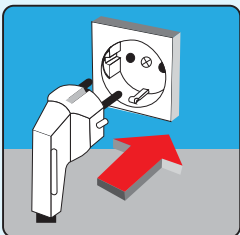

Abb. 11
- Wenn Ihr Gerät während des Transports zu stark gerüttelt wurde, lassen Sie es (1) Stunde ruhen, bevor Sie es in Betrieb nehmen. So kann das Kompressoren-Öl, sollte es ins System gelaufen sein, wieder zurücklaufen. Sollten Sie das Gerät, ohne dieses zu beachten, in Betrieb nehmen, könnten Sie somit dem Kompressor schaden.
- Schließen Sie das Gerät nur an einen Stecker an, der entsprechend den Regulierungen angebracht wurde und 220-240V/ 50 Hz Alternativspannung besitzt. (Abb. 11)